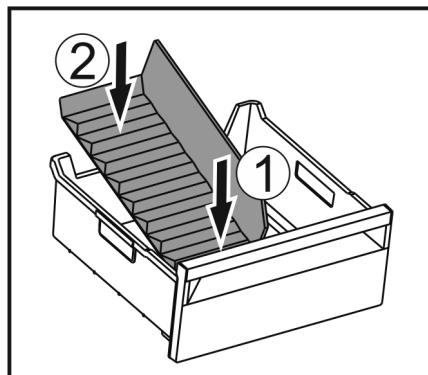

Fig. 165
- Вставити передню частину перегородки відділення для льоду. Fig. 165 (1)
- Опустити задню частину перегородки відділення до дна ящика для кубиків льоду. Fig. 165 (2)